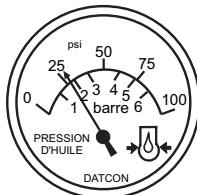

Figure 46. Jauge de Pression D'huile
8. L'indicateur de pression d'huile moteur (Figure 46) indique la pression de l'huile moteur. Normalement, la pression de l'huile est d'environ 28 à 71 psi. (193~490 kPa) lors du démarrage du moteur.